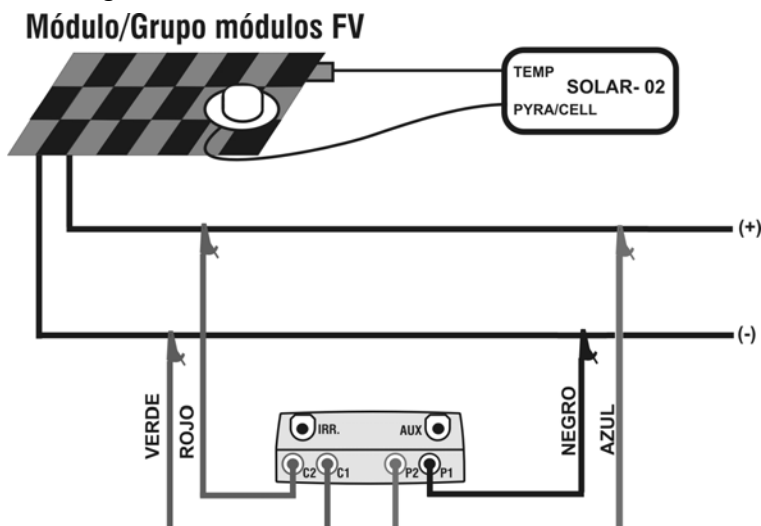

Fig. 11: Conexión del instrumento al módulo/stringa FV
22. Conecte el instrumento al módulo/stringa en prueba como muestra en la siguiente Fig. 11. En particular conecte el polo Negativo en la salida del módulo/stringa a los terminales P1, C1 y el polo Positivo en la salida del módulo/stringa a los terminales P2, C2. En el modo de activación "Auto" se recomienda el uso del accesorio opcional KITKELVIN